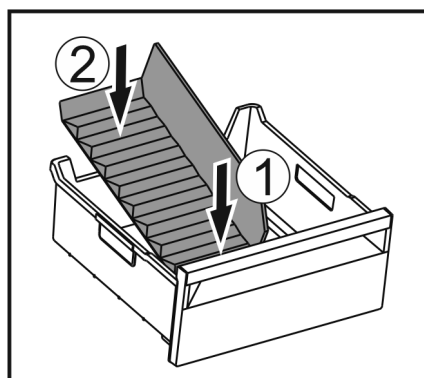

Fig. 127
- ▶ Voorste deel van de ijsvak-scheider plaatsen. Fig. 127 (1)
- ▶ Achterste deel van de ijsvak-scheider tot de bodem van de lade laten zakken. Fig. 127 (2)